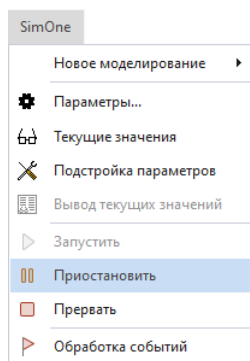

Рис. 184
2. Приостановите выполнение моделирования, см. Рис. 184, и откройте панель «Текущие значения».